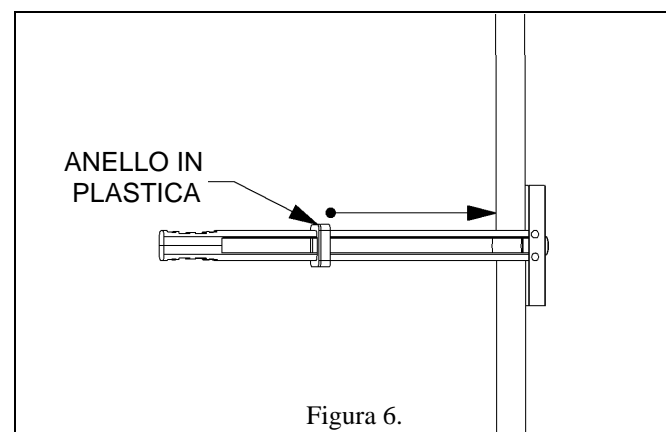

Figura 6.
4. Fare scivolare l'anello in plastica del tassello sulla superficie della parete (figura 6).